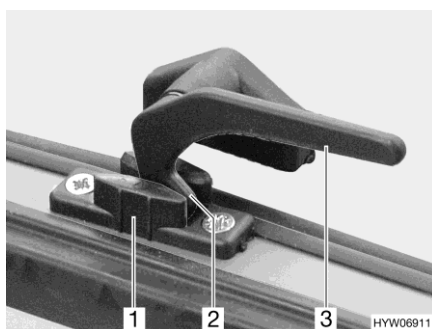

Bild 40 Verriegelungshebel (Stellung "Dauerbelüftung")
- in Stellung "Dauerbelüftung" (Bild 40)
- Alle Verriegelungshebel (Bild 40,3) eine viertel Umdrehung zur Fenstermitte hin drehen.
- Alle Verriegelungshebel wieder zurückdrehen. Die Verriegelungsnase (Bild 40,2) dabei jeweils in die Aussparung der Fensterverriegelung (Bild 40,1) einfahren.